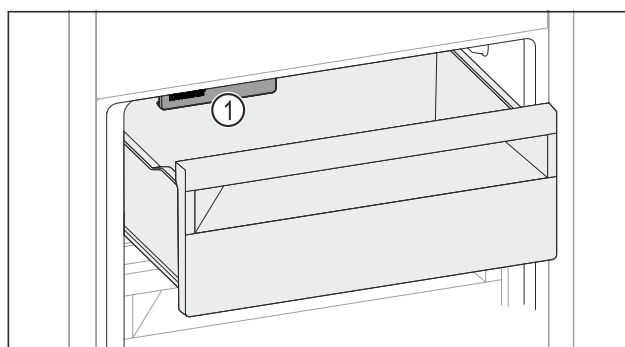

Fig. 224
- Mbani parasysh IceMaker Fig. 224 (1).